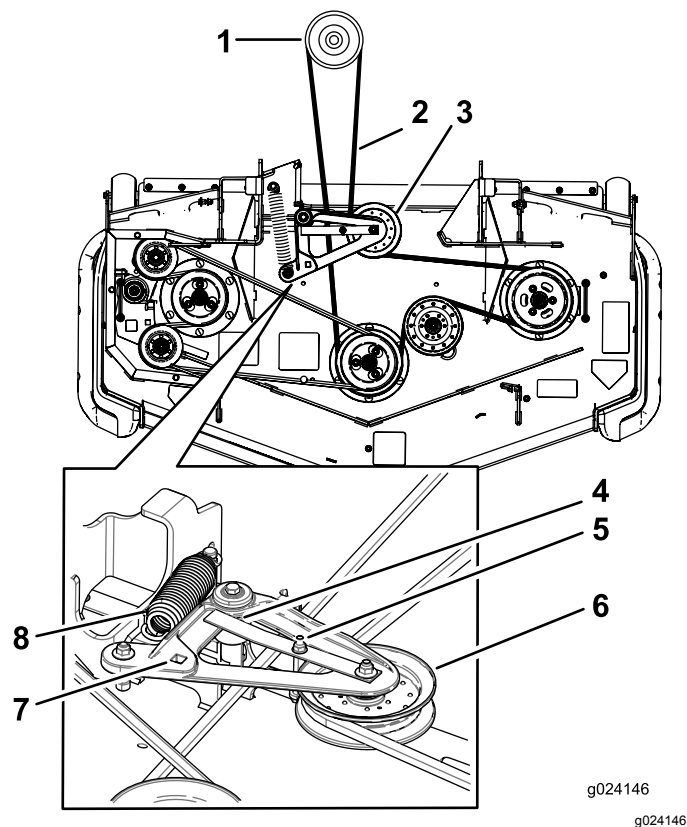

Figure 93
6. Insérez un rochet dans le trou carré du bras de tension pour détendre le ressort de la poulie de tension (Figure 93).
8. Acheminez la courroie neuve autour des poulies du tablier de coupe et de la poulie d'embrayage, sous le moteur (Figure 93).
9. Tournez et vérifiez que la patte du guide-courroie vient frapper le moyeu de pivot (Figure 93).
10. Insérez le rochet dans le trou carré et chaussez la courroie sur la poulie de tension à ressort (Figure 93). Engagez les extrémités du ressort dans les rainures d'ancrage.